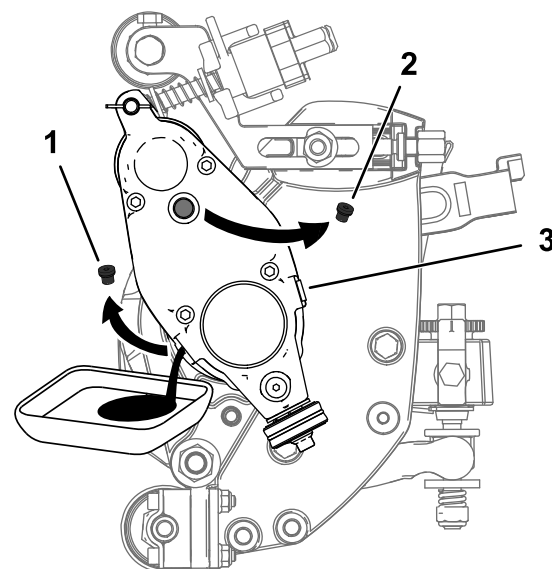

Figura 28
5. Inclinate l'apparato di taglio verticalmente fino a quando il foro di spurgo non si trova nella parte inferiore, per garantire uno spurgo completo (Figura 28).